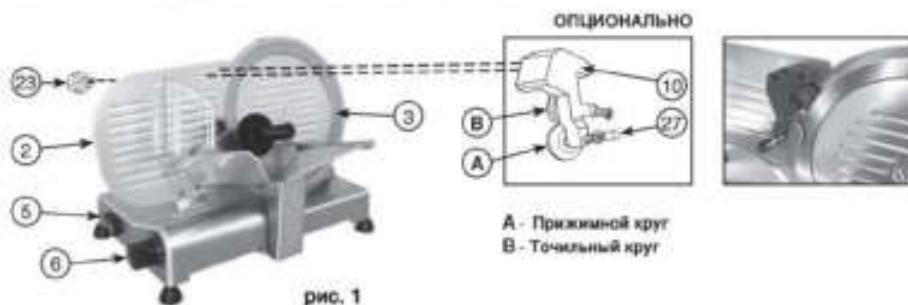

рис. 1
- Установить подвижную часть (2) на максимальном расстоянии от лезвия (3) вращая ручку со шкалой (6).
- Установить точильное устройство (10) на подвижную стенку (2), как показано на рис. 1, блокируя его с помощью круглой ручки (23).
- Нажать на кнопку пуска двигателя (5), чтобы включить автоматическую заточку; при необходимости поворачивать ручку со шкалой (6) до тех пор, пока точильный круг не начнет вращаться вместе с лезвием.
- Заточивать лезвие автоматически около минуты; затем нажать на кнопку прижатия прижимного круга (27) на две-три секунды; выключить двигатель, одновременно отпуская кнопку.
- После заточки снять затачивающее устройство (10) с подвижной части (2) и вставить его на место.